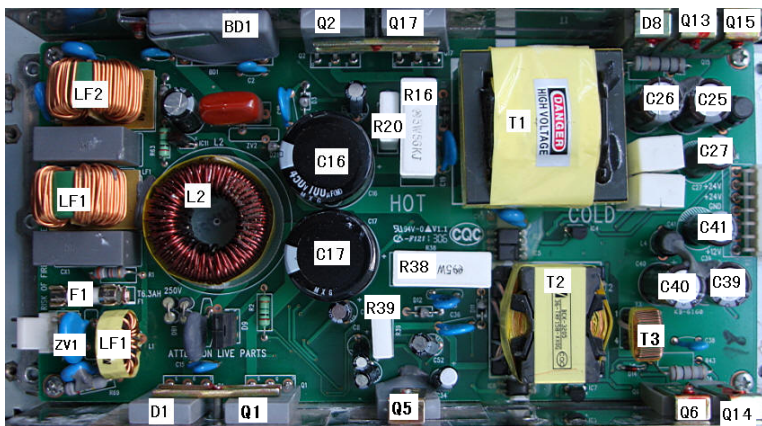

图 5-46 电源板实物图
1) 电源板故障检修。电源板电路由功率因数校正、+12V 开关电源、+24V 开关电源三部分组成, 其实物图如图 5-46 所示。为便于查找, 图中已标出重要电子元器件的位置。